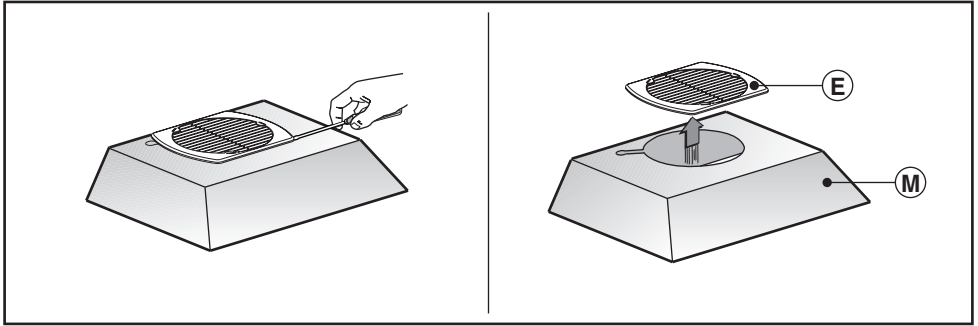

Fig.7
-Sganciare il cupolino **M** e togliere la griglia **E** (Fig.7).